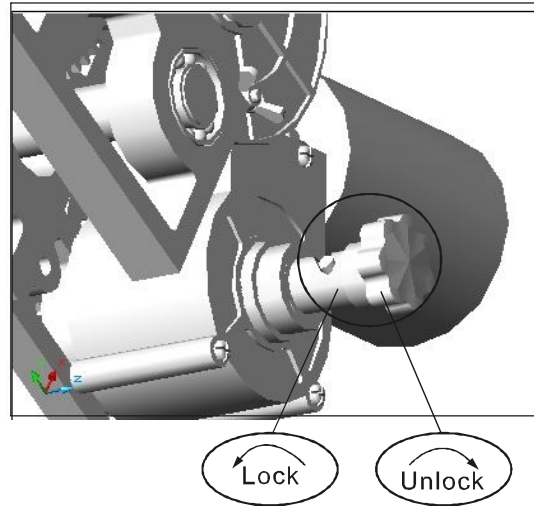

Fig.5
C. Dispozitive electrice de siguranță (Fig.5)